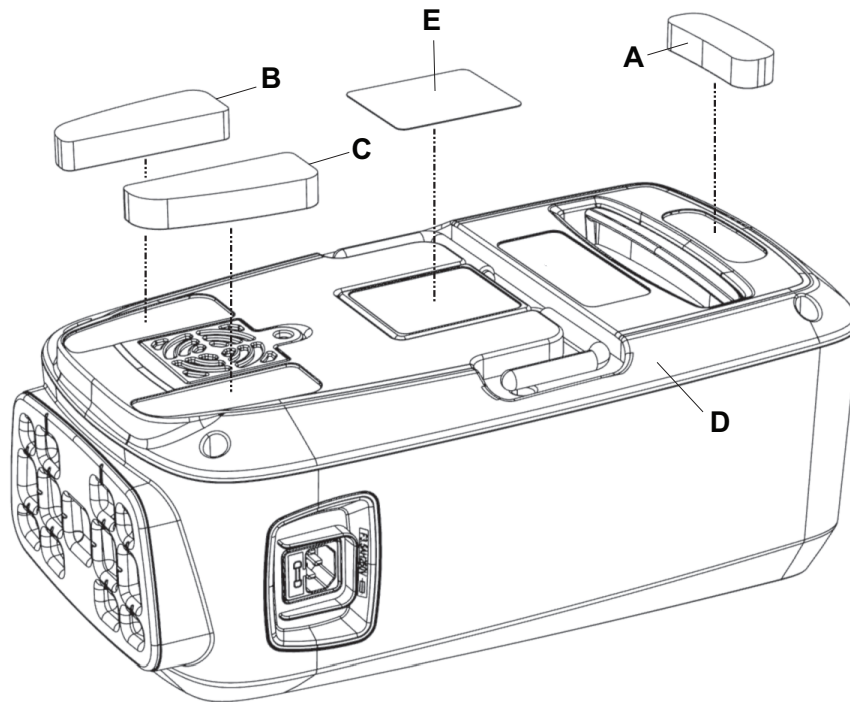

Figure 2 – Pare-chocs
3. À l'aide d'un petit tournevis à fente, frotter sous chaque pare-chocs pour le retirer. Commencer par le coin de chaque pare-chocs pour retirer le pare-chocs supérieur (A), le pare-chocs inférieur gauche (B) et le pare-chocs inférieur droit (C) du capot arrière (D) (Figure 2). Jeter le pare-chocs.